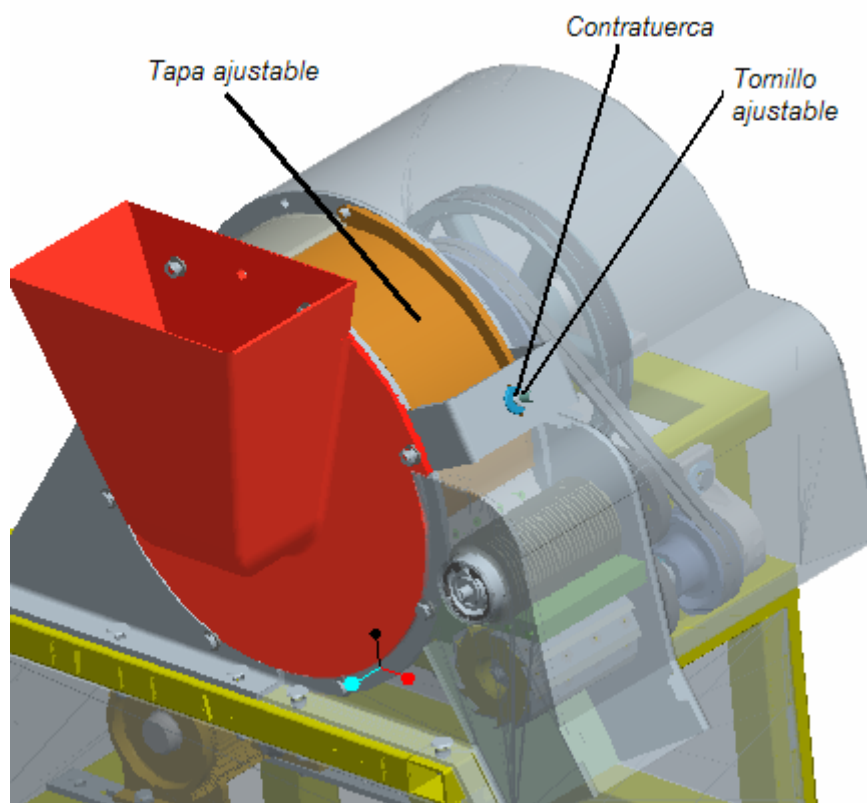

Figura B.2 Ubicación del tornillo calibrador.
4.-Calibrar la tapa ajustable y asegurarse que el tornillo calibrador este bien sujeto con sus respectivas contratuercas (ver figura B.2), para ello es necesario contar con dos llaves españolas de medida 9/16. Para modificar la apertura que dará el corte en rodajas se deberá sujetar la tuerca del tornillo ajustable con una llave 9/16 y a aflojar la contratuerca con otra llave española, después si se requiere que la compuerta tenga más separación se deberá aflojar la contratuerca y al mismo tiempo apretar la tuerca del tornillo ajustable, una vez que la distancia sea correcta, se deberá apretar tanto la contratuerca y la tuerca del tornillo ajustable.